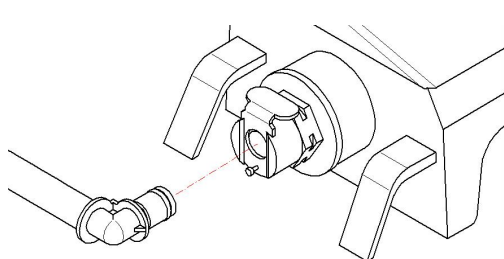

Fig. 1
6. Ne pas oublier de **connecter le tuyau de l'eau en l'enfonçant jusqu'à entendre un "clic"** (Fig. 1).
- Placer uniquement le petit réservoir plein d'eau en vous assurant que le tuyau d'eau a été correctement connecté : l'enfoncer jusqu'à entendre le fameux "clic" (Fig. 1).